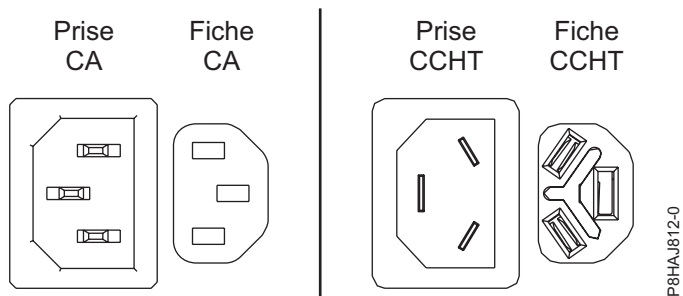
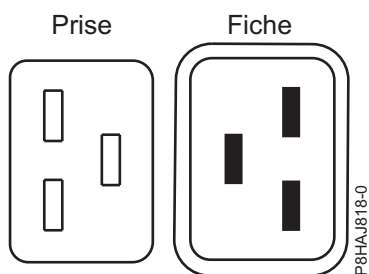
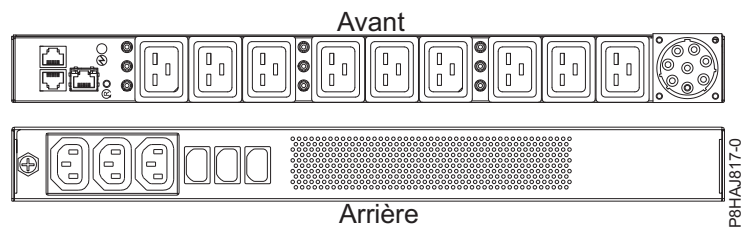

Figure 38. Connecteurs CA et CCHT
Figure 39. Connecteurs pour le système 8408-44E
Figure 40. Unité d'alimentation pour le système 8408-44E
La figure 38, à la page 55 représente les connecteurs pour courant alternatif (CA) et courant continu haute tension (CCHT) pris en charge. Les figure 39, à la page 55 et figure 40, à la page 55 illustrent les connecteurs et l'unité d'alimentation (PDU) pris en charge pour le système 8408-44E.